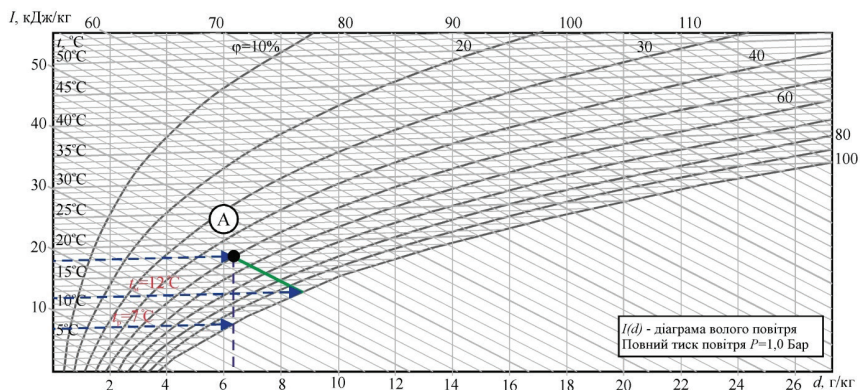

Рис. 10. I - d -діаграма вологого повітря
- Розглянемо I - d -діаграму (рис. 10).